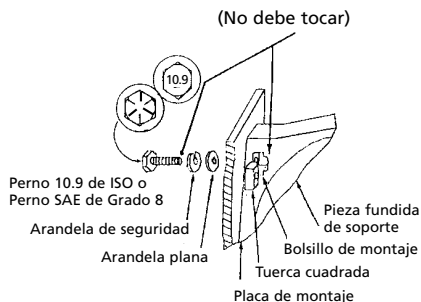
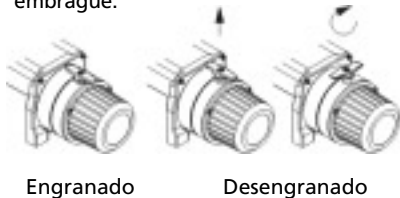

Figura 10
Figura 9
Los accesorios de montaje Grado 10.9 de ISO se proporciona con el cabrestante. Hay cuatro bolsillos cuadrados de montaje en el fondo de cada tambor que soporta el molde. USE LOS 2 MÁS PROFUNDOS QUE FORMAN EL PATRÓN DEL PERNO DE 4.5" x 10". Conecte el cabrestante a la placa de montaje (vea la Figura 10). Siempre coloque las tuercas cuadradas M12-1.75 (proporcionadas) en los bolsillos del molde cuando se monten al cabrestante. Para instalar las tuercas de montaje, coloque el cabrestante con los agujeros de montaje a los 8 pies mirando de frente y la palanca de rueda libre recta. Para un patrón de montaje de 4.5" x 10", inserte las cuatro tuercas en los cuatro bolsillos de la nuez más profundos. Una vez instalado, gire el cabrestante para que las tuercas queden mirando hacia abajo. (Vea Figura 9). Use un destornillador pequeño, cuidadosamente in-, erte las dos nueces del montaje en los bolsillos de las tuercas localizados al lado opuesto de la palanca de rueda libre, primero empujando la tuerca en el bolsillo e luego inclinandolo en la posición. Luego gire el cabrestante de regreso a su posición para montarse a la placa de montaje.
1. Gire la palanca del embrague a la posición de "desengranado" como se muestra en la Figura 9. Si hay una carga en el cable metálico, la palanca del embrague, no podrá regresarse fácilmente. **NO FUERCE LA PALANCA DEL EMBRAGUE.** Libere la tensión en el cable al dejar correr algo del cable metálico, luego prueba soltando el embrague.
3. Revise que haya por lo menos cinco (5) vueltas de cable metálico dejados en el tambor.
4. Re-engrane el tambor al girar la palanca del embrague a la posición de "Engranado" (vea la figura 9).
3. Para maximizar la vida útil del cabrestante y del cable metálico, use un bloque de poleas para tirar con línea doble las cargas más pesadas (Figura 10).